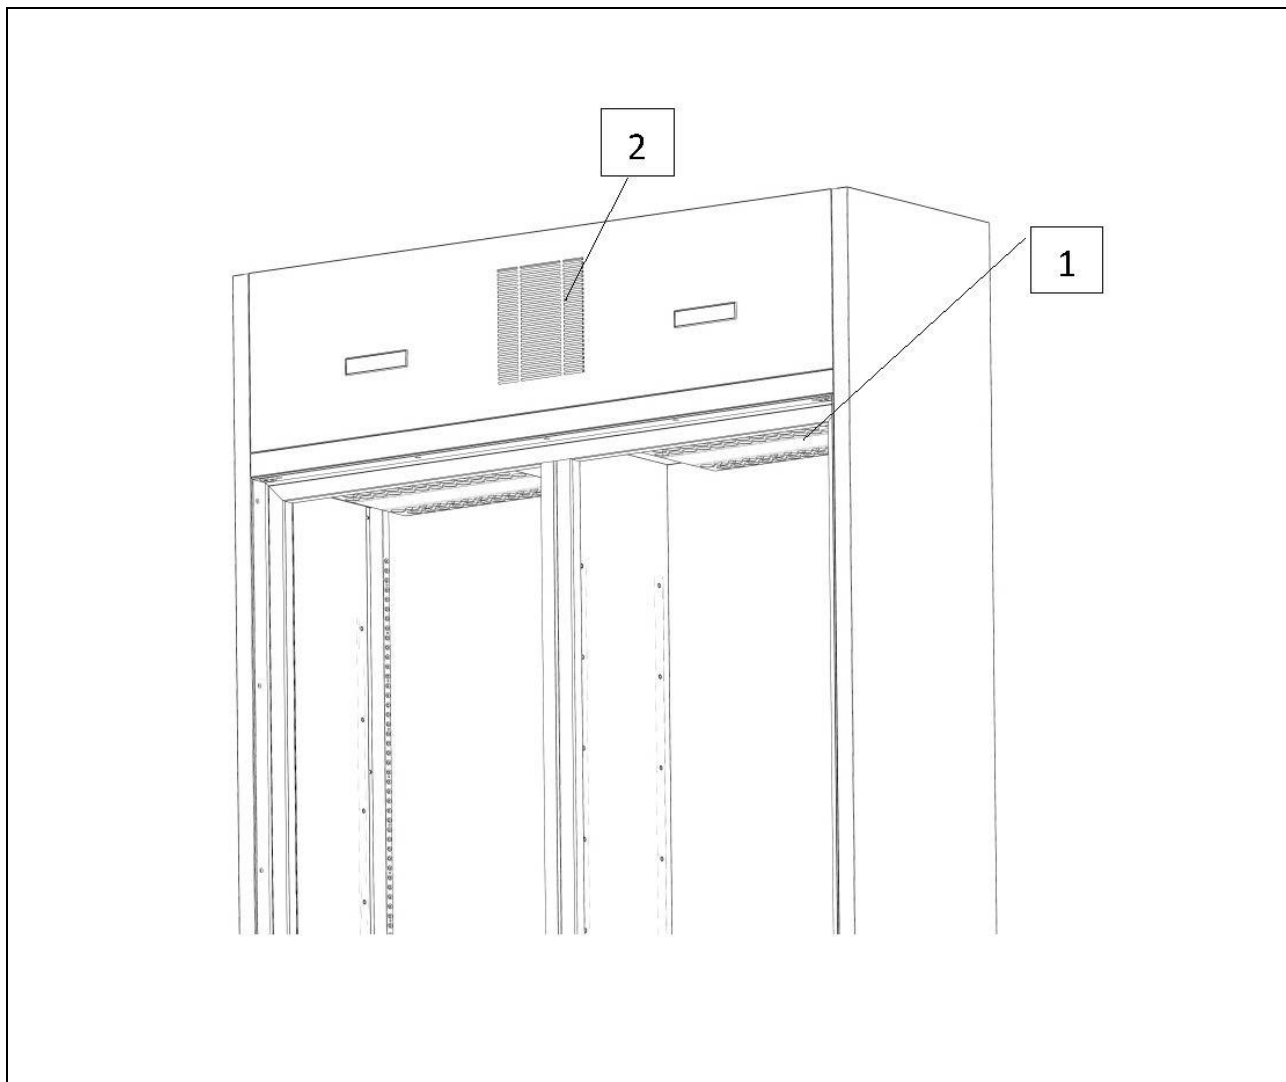

Fig. 6
- griglie a copertura delle ventole di raffreddamento (rif. 1, fig. 6);
- griglia a copertura dell'unità condensatrice (rif. 2, fig. 6).